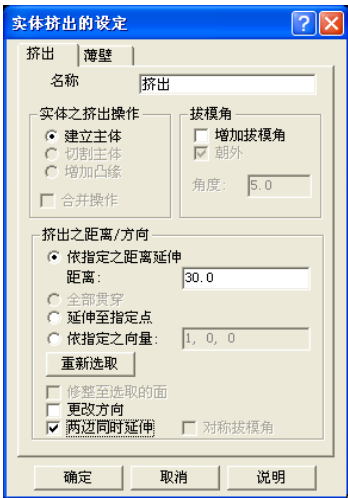

图 1-73 实体挤出设定
2) 将萤幕切换到等角视图，在主菜单区依次单击“实体”“挤出”“串联”，选择刚才的圆作为串联图素，单击“执行”两次，弹出“实体挤出的设定”对话框，如图1-73所示。